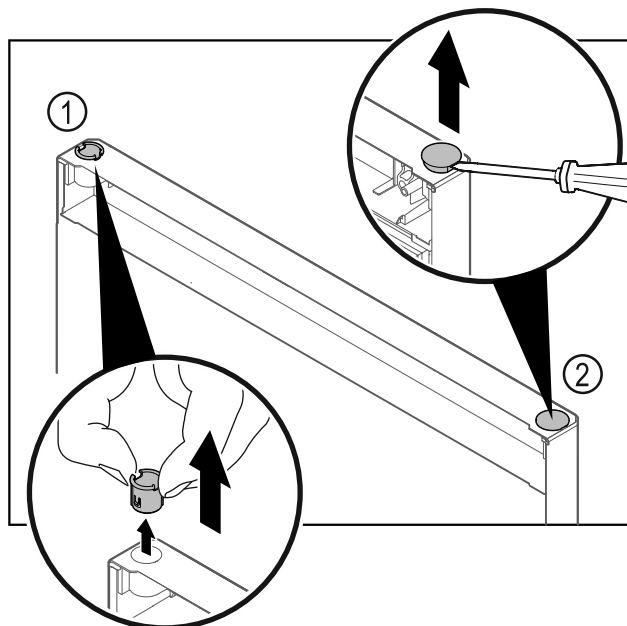

Fig. 34 Frysedelens dør
- ▶ Træk hængselbøsningen Fig. 34 (1) ud med fingrene.
- ▶ Løsn afdækningsproppen Fig. 34 (2) forsigtigt med en flad skruetrækker, og træk den ud.